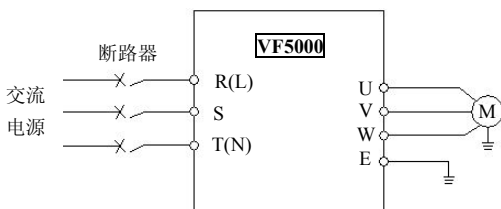

图 3-3 主回路简单配线
- (1) 接线前,确保已完全切断电源 10 分钟以上,否则有触电危险。
- (2) **严禁将电源线与变频器的输出端 U、V、W 连接。**
- (3) 变频器本身机内存在漏电流,为保证安全,变频器和电机必须安全接地,接地线一般线径为 3.5mm² 以上铜线,接地电阻小于 10Ω。
- (4) 变频器出厂前已通过耐压试验,用户不可再对变频器进行耐压试验。
- (5) 变频器与电机之间不可加装电磁接触器和吸收电容或其它阻容吸收装置,如图 3-3。
- (6) 为提供输入侧过电流保护和停电维护的方便,变频器应通过中间断路器与电源相连。
- (7) 继电器输入及输出回路的接线(X1~X6、D01、AOV),应选用 0.75mm² 以上的绞合线或屏蔽线,屏蔽层一端悬空另一端与变频器的接地端子 E 相连,接线长度小于 50m。